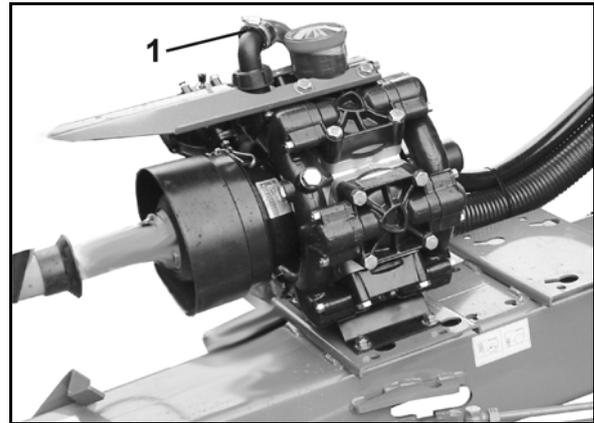

Fig. 199
2. Unir la conexión de caudalímetro (Fig. 199/2) con una válvula de ancho parcial y conectar al aparato de comprobación.
3. Tapar las conexiones de las demás válvulas de ancho parcial con capuchones ciegos (Fig. 199/1).